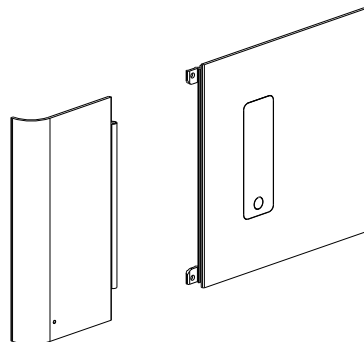

Figure 4-7: Séparer la porte du fascia
4. Séparez la porte de la face avant (Figure 4-7). La façade reste attaché au corps du détecteur.